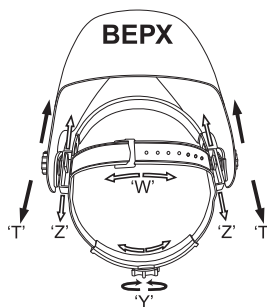

Рис.1
- Ослабьте зажимы по обе стороны от шлема и передвиньте его ближе или дальше от лица ("Z" на рис. 1). Важно, чтобы глаза были на одинаковом расстоянии от стекла, иначе затемнение может казаться разным. Закрепите зажимы после оегулировки.
- Отрегулируйте наклон маски (рис. 1).
- Объем охвата головы можно регулировать с помощью регулятора на затылке ("Y" на рис. 1), Это позволяет закрепить маску на голове и предотвратить ее падение во время работы.
- Если оголовье сидит на голове слишком высоко или слишком низко, отрегулируйте ремень, который проходит через макушку. Для этого ослабьте конец ремня, выдавив стопорный штифт из отверстия в ремне. Переместите две части ремня на большую или меньшую ширину, в зависимости от того, что требуется, и вставьте стопорный штифт в ближайшее отверстие (см. «W» на рис. 1).